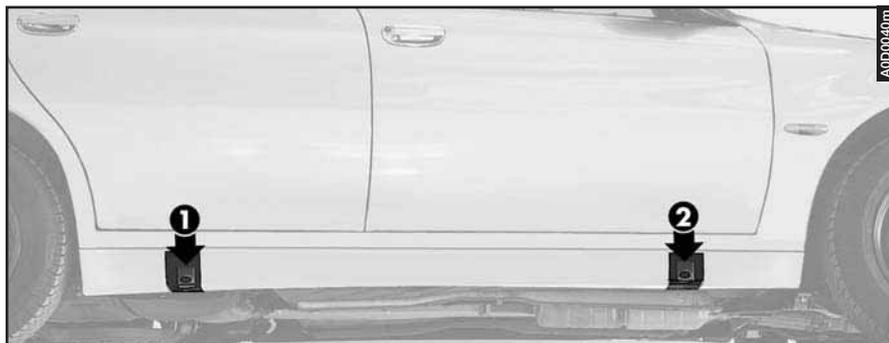

fig. 6
– Posizionare il cric sotto la vettura, vicino alla ruota da sostituire (**fig. 6**):